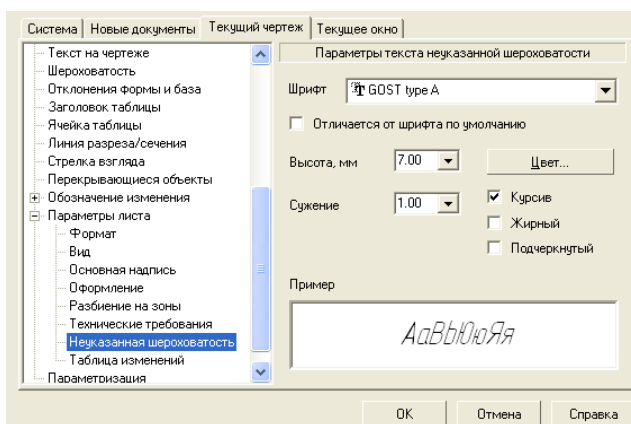

Рисунок 8.19 – Диалоговое окно Параметры с открытой вкладкой Текущий чертеж и панелью Параметры текста неуказанной шероховатости
- щелкните по пункту *Параметры листа*, если он не раскрыт, а затем – по пункту *Технические требования*. В правой части появится панель *Параметры текста технических требований*, показанная на рисунок 8.19.